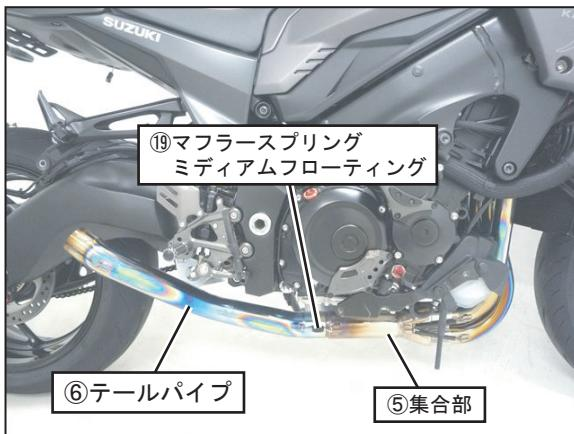

FIG. 14
1 5. ⑤集合部に⑥テールパイプを取り付け、⑯マフラー・スプリング・ミディアムフローティングをスプリング取付工具を使用して取り付けて下さい。 (FIG. 14 参照)